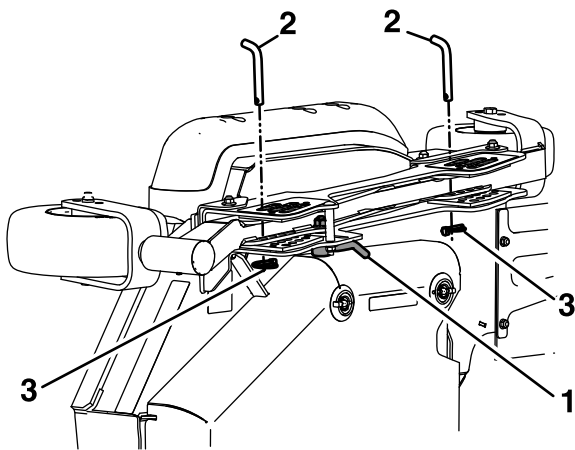

Figure 78
3. Déverrouillez les verrous à came des tabliers latéraux gauche et droit (Figure 78).
4. Retirez et conservez la goupille à anneau de hauteur de coupe du tablier latéral (Figure 78).